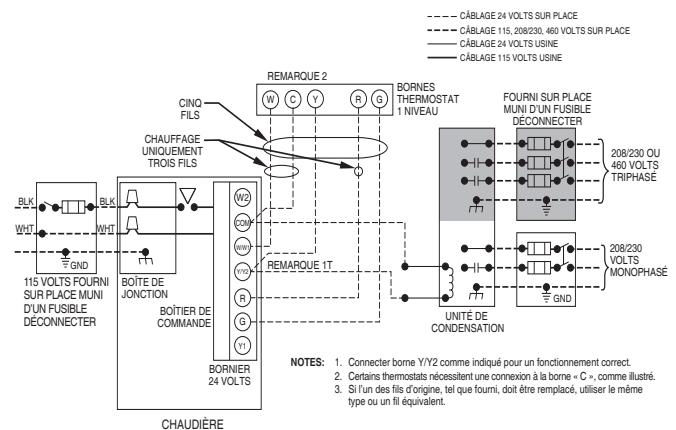

Fig. 33 – Schéma du câblage terrain type
Consultez la Fig. 33 pour le schéma de câblage illustrant un câblage type de 115 V. Vérifiez que toutes les connexions électriques faites en usine ou sur place sont bien serrées.
6. Branchez les fils d'alimentation électrique et neutres du cordon d'alimentation aux fils d'alimentation électrique de la chaudière, comme illustré à la Fig. 33.
5. Branchez les fils neutres et les fils électriques aux fils d'alimentation électrique de la chaudière, comme illustré à la Fig. 33.